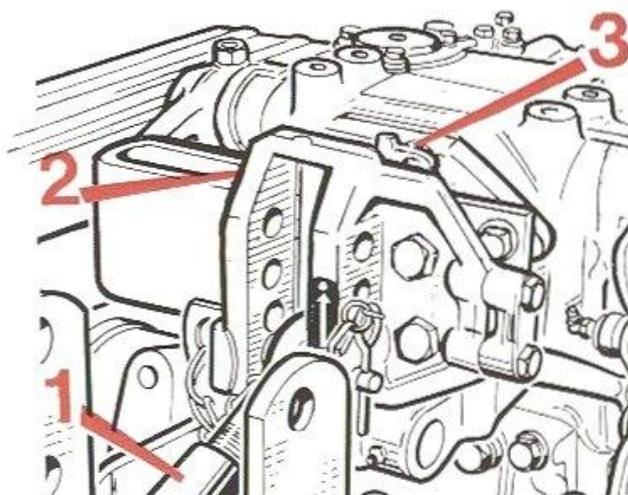

FIG. 41
Le bras de poussée (1) fig. 41 est broché dans le trou inférieur du support mobile (2) et le coin (3) est engagé entre le support mobile et la butée du bloc de relevage.